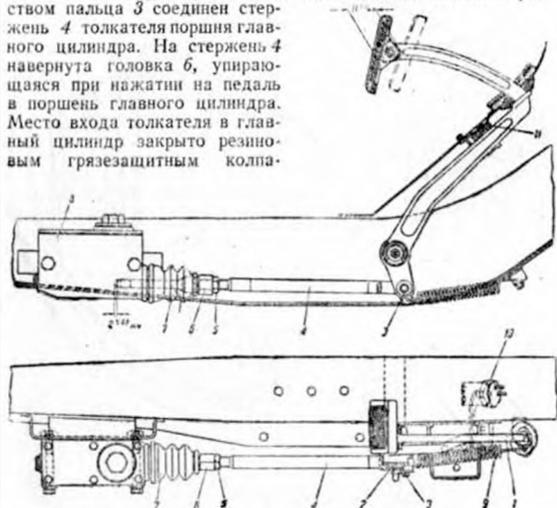
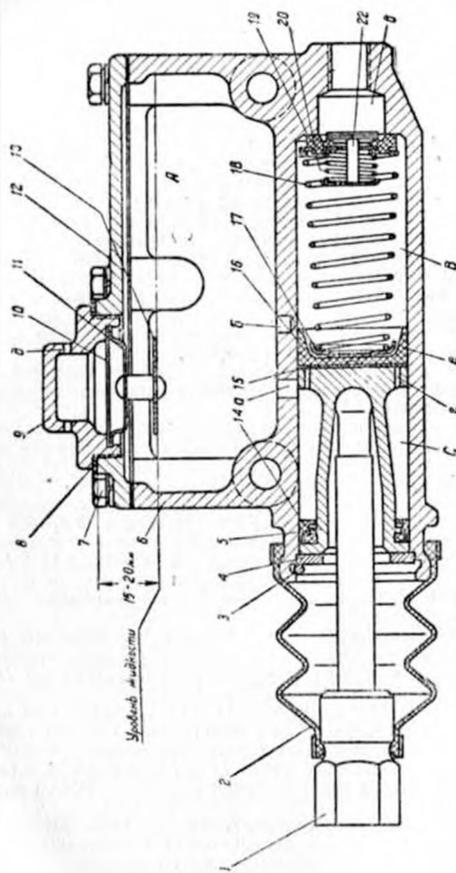

Рис. 97. Ножной привод тормозов:
Рис. 98. Глиный тормозной цилиндр:
Тормозная педаль 1 установлена на оси 2, укрепленной на левом лонжероне рамы (рис. 97). С ушком педали посредством пальца 3 соединен стержень 4 толкателя поршня главного цилиндра. На стержень 4 накинута головка 6, упирающаяся при нажатии на педаль в поршень главного цилиндра. Место входа толкателя в главный цилиндр закрыто резиновым грязезащитным колпа-
Чугунный корпус *б* главного цилиндра (рис. 98), привертнутый к левому лонжерону рамы, состоит из рабочего цилиндра *В* и резервуара для жидкости *А*, соединенных отверстиями *а* и *б*. В цилиндре *В* может свободно перемещаться поршень *5*, в сферическую выемку которого упирается головка *1* толкателя. Поршень *5*, отжимаемый в крайнее переднее положение пружиной *18*, упирается через шайбу *4* в пружинное кольцо *3*. Пружина *18* одним концом через шайбу *17* прижимает к головке поршня уплотнительную резиновую манжету *16*, а другим прижимает к корпусу резиновое седло *19* клапана *22*. Между манжетой *16* и головкой поршня установлена стальная звездообразная пластина *15*, приклепанная к головке поршня. Клапан *22*, прижатый к седлу *19* пружиной *20*, закрывает отверстие, сообщающее рабочий цилиндр *В* со штуцером, ввернутым в заднюю стенку корпуса.
При нажатии на тормозную педаль толкатель перемещает поршень главного цилиндра назад, вытесняя тормозную жидкость из цилиндра *B* по трубопроводам тормозной системы в рабочие цилиндры тормозов. Клапан *22* главного цилиндра (рис. 98) при этом под давлением тормозной жидкости открывается, сжимая слабую пружину *20*, и пропускает жидкость в систему. Жидкость давит на поршни рабочих цилиндров, поршни раздвигаются и прижимают колодки к тормозным барабанам, в результате чего автомобиль затормаживается.
Отпущенная педаль возвращается в исходное положение пружиной *9* (рис. 97), а поршень отводится в крайнее переднее положение пружиной *18* (рис. 98), при этом давление в цилиндре *B* падает, и жидкость, находящаяся в тормозной системе под большим давлением (60—100 ат), отжимая седло *19* клапана *22*, получает возможность перетекать обратно в главный цилиндр.
в рабоче, возвратилась в него обратно, а цилиндр *B* (рис. 98) к этому времени оказывается частично заполненным жидкостью, поступившей через отверстия *a* и *г*, то излишек ее вытесняется обратно через отверстие *б* в резервуар *A*.
Если зазор меньше 1,5 мм, то при опускании педали поршень *б* (рис. 97) упрется в толкатель, не дойдя до крайнего переднего положения и не открыв отверстия *б*, вследствие чего тормозная жидкость, поступившая в цилиндр *B* через отверстия *a* и *г*, не сможет выйти обратно в резервуар *A*, в результате чего не будет полного растормаживания.
2. Измерить величину свободного хода педали, как показано на рис. 97.
Уровень тормозной жидкости в главном цилиндре не должен доходить до верхнего торца крышки 12 корпуса на 15—20 мм (рис. 98).